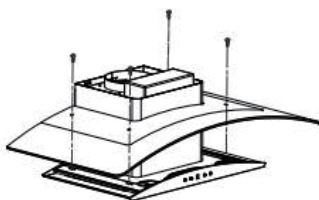

Fig. 3
5. Fixer la vitre sur l'unité principale à l'aide de 4 vis M4*18 mm, d'une rondelle de fixation de la vitre et d'un tampon en caoutchouc en forme de T. Voir Fig. 3. **Remarque : Pour le modèle de 60 cm, cette étape peut être omise car le verre est déjà préinstallé.**